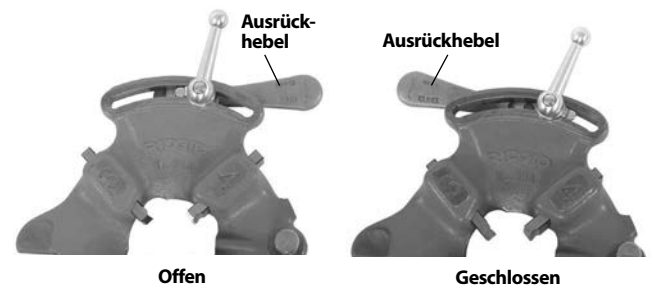

Abbildung 7 – Geöffnete/geschlossene Hebelposition
2. Bewegen Sie den Ausrückhebel in die GEÖFFNETE Position (Abbildung 7).